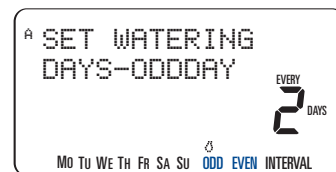

Abbildung 9:
- Taste **NEXT** (Weiter) drücken, bis „ODD“ (Ungerade) in der Anzeige blinkt. Soll die Bewässerung an jedem ungeraden Tag ausgeführt werden, Taste **ENTER** (Eingabe) drücken, um die Programmierung zu bestätigen. [Siehe Abbildung 9]